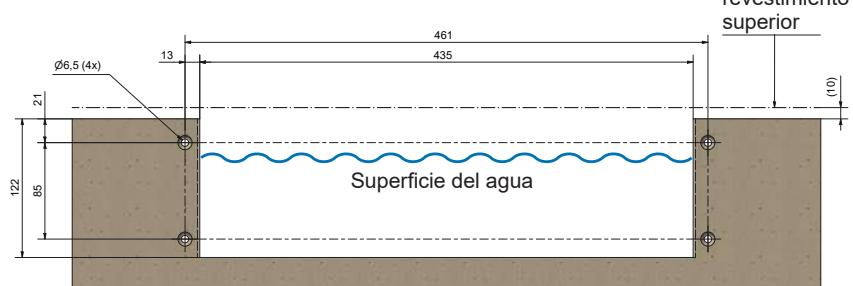

Figura 3.
- Perfore un agujero en el armazón para el desagüe de desbordamiento. Las dimensiones y la posición deben ser las indicadas en la figura 3.
- El tubo de drenaje (14) se pega al manguito (15) con un pegamento para PVC adecuado y se monta en el desagüe de desbordamiento con la junta y la boquilla incluidas (16). Conecte los conectores del tubo a las extensiones.
- Monte la tapa de la compuerta (17) y compruebe que esté montada correctamente en su sitio y pueda moverse.
- Fije la junta autoadhesiva (7) en el borde frontal del desagüe de desbordamiento (orientado hacia la piscina).
- Monte la junta exterior (9) y el marco de fijación (10) - fíjelos primero y luego apriételos en el sentido de las agujas del reloj.
- Corte cuidadosamente el revestimiento a lo largo del interior del marco de fijación (10).